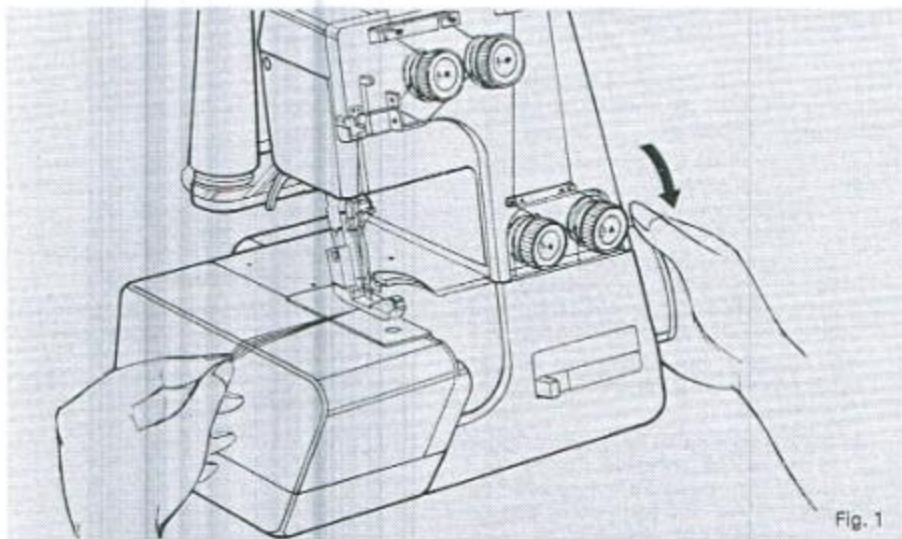

Fig. 1
2. Laat de persvoet zakken. Trek zachtjes aan de draadeinden met uw linkerhand en draai het handwiel een paar slagen naar u toe, zonder dat er stof onder de persvoet ligt. U kunt zo controleren of de juiste steek gemaakt wordt. (Fig. 1)